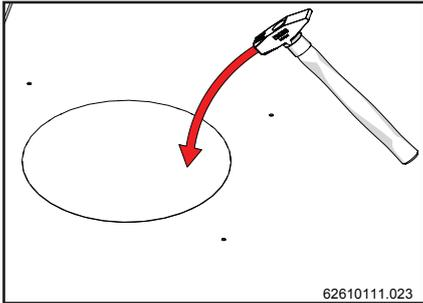
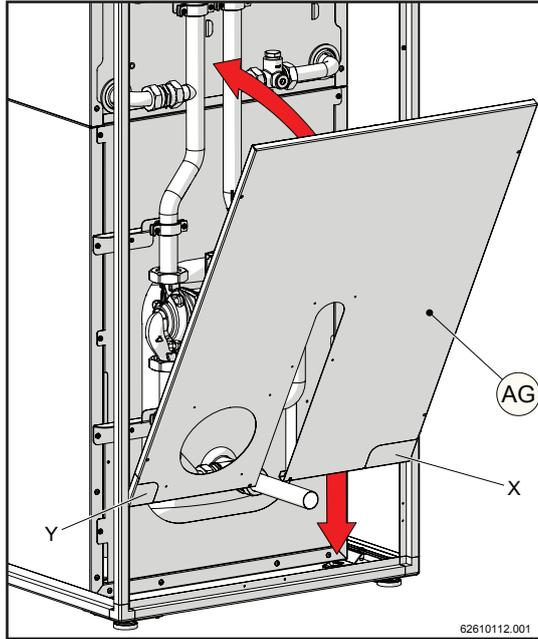
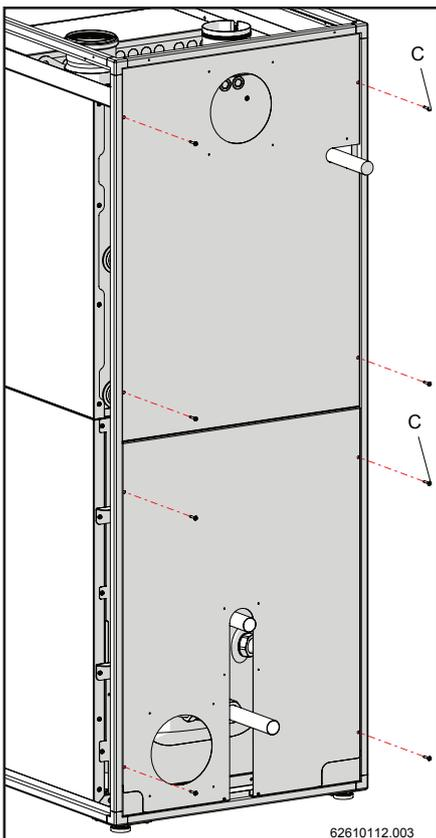
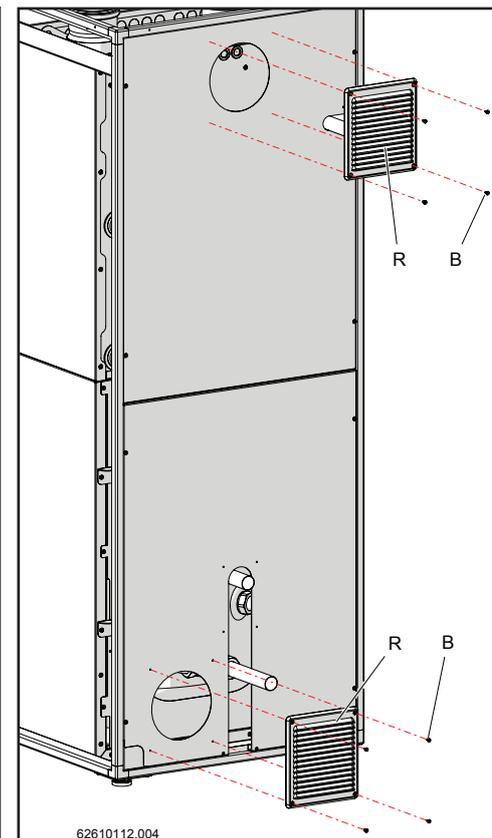

Figure 12-16
Figure 12-18
Figure 12-20
Figure 12-21
- 8.- Retirez les disques prédecoupés de les couvertures (AG) et (AH) comme dans les fig. 12-16 et 12-17. Il est possible retirer les feuilles prédecoupés "X" et "Y" de la couverture (AG) (fig. 12-18) pour le branchement électrique et de l'évacuation de la condensation produit par la chaudière; selon le type d'installation present sur le lieu d'installation.
- 9.- Insérez les couvertures (AG) et (AH), comme indiqué dans les fig. 12-18 et 12-19 et les fixer à la structure avec les vis "C" (fig. 12-20). Appliquer les grilles imperméable "R" avec les vis "B", comme le montre la fig. 12-21.